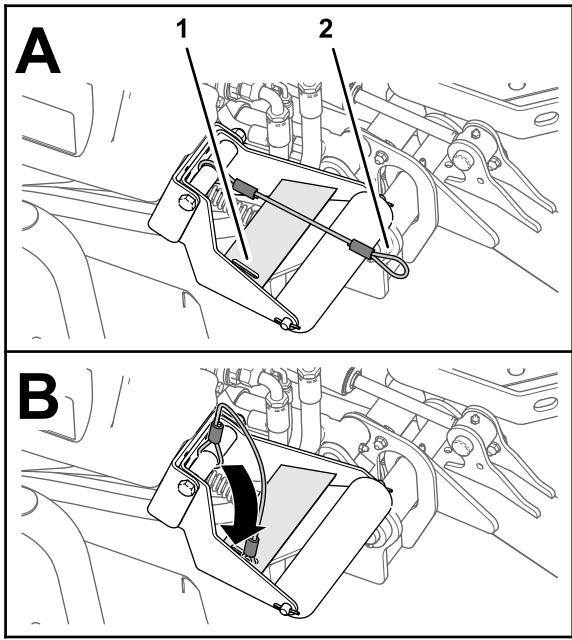

Figura 41
4. Con gli apparati di taglio abbassati, infilate l'occhiello del cordino nella fessura presente nella piastra di rinforzo del supporto del rullo (Figura 41).